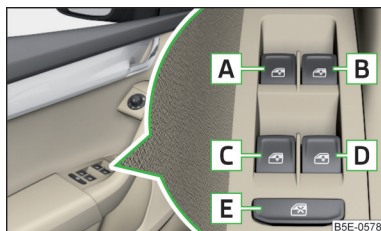

Fig. 61
Teclas de los elevallunas » fig. 61
- Después de abrir la puerta del conductor o acompañante es posible el manejo de las ventanillas solamente por la tecla **A** » fig. 61, presionándola o tirándola por 2 segundos.